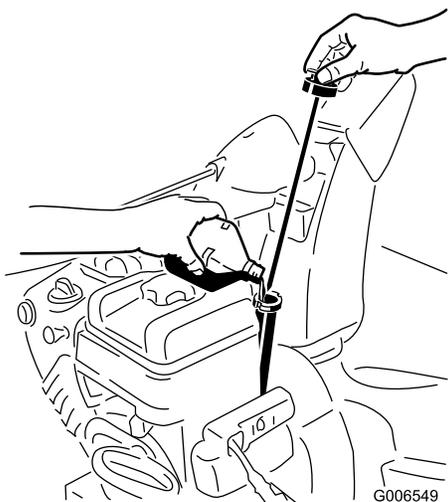

Figura 19
1. Togliete l'asta di livello e versate **lentamente** l'olio nel tubo di riempimento fino a portarne il livello al segno di pieno (Full) sull'asta. **Non riempite troppo** (Figura 19). Vedere Controllo del livello dell'olio motore nella sezione Manutenzione.